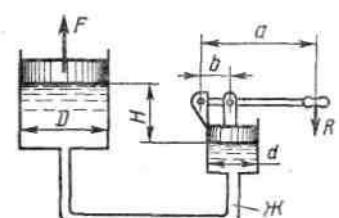

Рис. 3
3. Определить силу прессования F , развиваемую гидравлическим прессом, у которого диаметр большего плунжера D , диаметр меньшего плунжера d . Больший плунжер расположен выше меньшего на величину H , рабочая жидкость Ж , усилие, приложенное к рукоятке, R (рис. 3.)